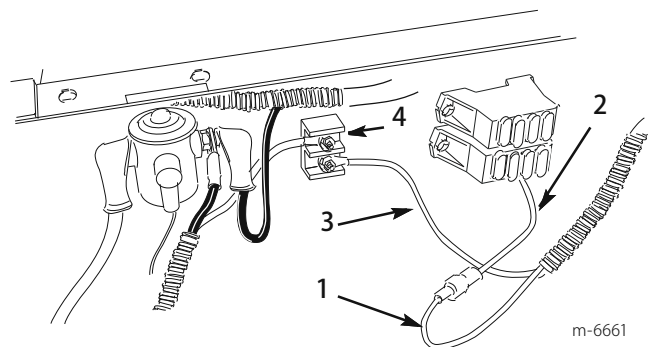

図25
12. アイ・リング・コネクタの付いた中間リード線をアース端子ブロックのアース端子に接続する (図25)。